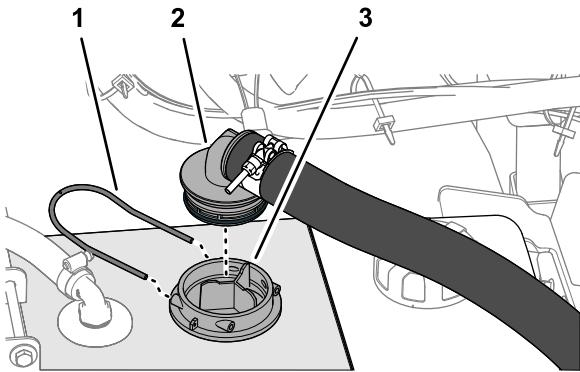

Figura 17
1. Inserte el acoplamiento dentado de 90° de la manguera de aspiración en el alojamiento del filtro de aspiración hasta que el acoplamiento esté totalmente asentado (**Figura 17**).
2. Fije el acoplamiento dentado de 90° en el alojamiento del filtro de aspiración con la horquilla de retención (**Figura 17**).